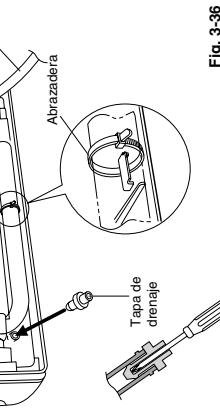

Fig. 3-39
Presione las 2 △ marcas de la parte inferior de la unidad interior y desengáncelas las lengüetas. A continuación, levante la unidad interior y procéda a su desinstalación. (Fig. 3-39)
- Fig. 3-39**